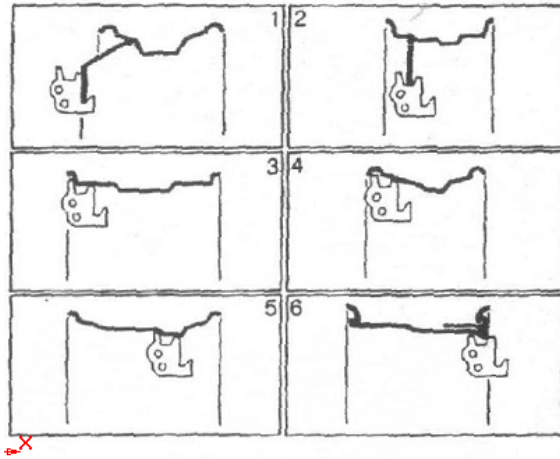

Рисунок 12
- Раскройте патрон, захватив тем самым обод с внутренней стороны. Захват осуществляйте способом, зависящим от типа обода (рис.12).